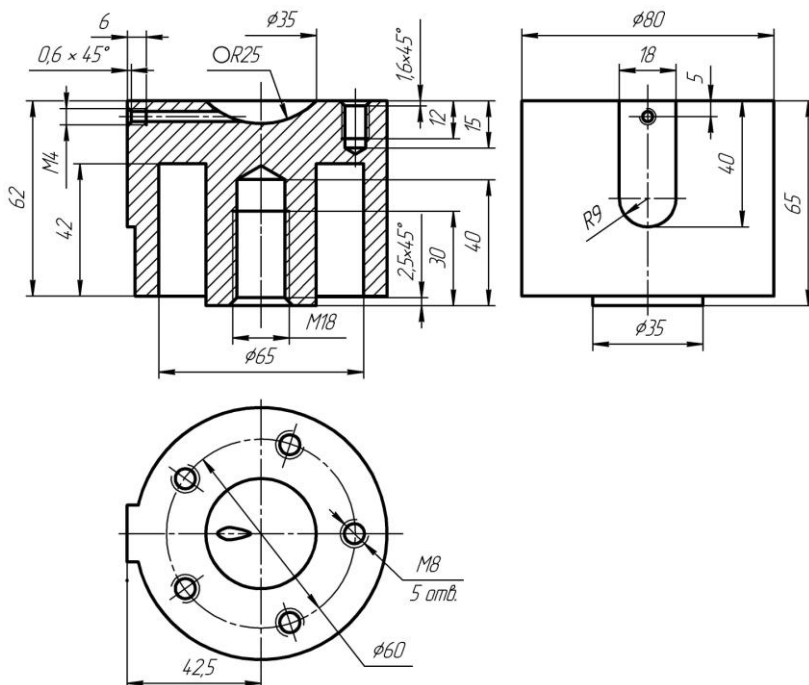

Рис. 3. Фрагмент чертежа цилиндра направляющего
1. Откройте новый **Чертеж** и сохраните его, заполнив основную надпись (наименование “Цилиндр направляющий”). Выполните чертеж цилиндра направляющего (рис. 3), задав формат чертежа А3 с горизонтальной ориентацией.